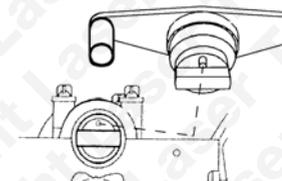

Fig. 2
2. La cheville de réglage de la pompe à injection (C) s'aligne sur un repère de calage de la roue dentée et elle est insérée à travers un logement de la bride de la pompe à injection et dans l'orifice de fixation. (voir la Fig.2)